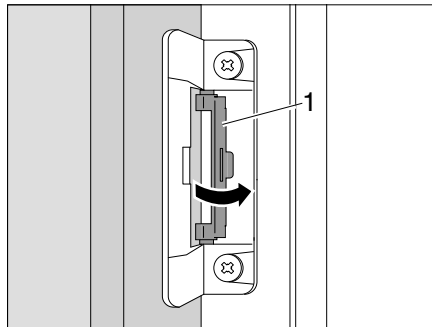

Fig. 352 Remettre le dispositif de blocage dans la position initiale
- Remettre le dispositif de blocage (Fig. 352,1) dans la position initiale.